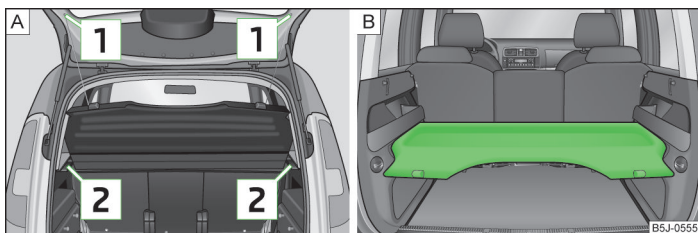

Fig. 48 Demontarea măștii portbagajului / masca portbagajului în poziție inferioară
- Desprindeți benzile de susținere » fig. 48.
Masca portbagajului poate fi așezată și în poziție inferioară, pe elementele de rezemare » fig. 48 - .